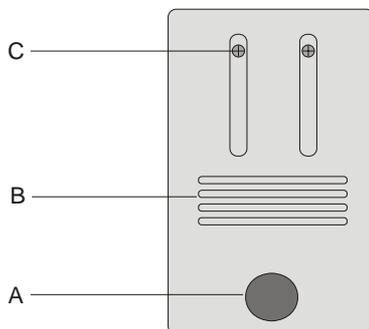

Fig. 1 Tampa do compartimento da lâmpada: A parafuso de dedo, B fenda de ventilação, C parafusos de fixação da rosca da lâmpada
- Soltar o parafuso C do compartimento da lâmpada e desloca-lo para fora de modo que se encontrem na mesma posição que na fig.1.